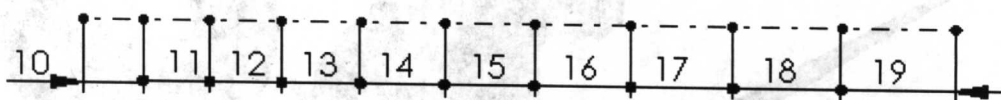

图 1-2 水平线草图
1) 单击 前视基准面 → → ，绘制出十一条端点相连的水平线，用“智能尺寸”标注尺寸，如图 1-2 所示。